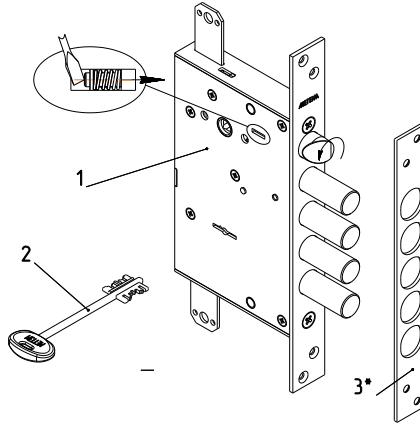

Рис.1
Комплектность замка приведена в таблице и показана на рис. 1.
4.1. Внешний вид и установочные размеры замка показаны на рис.1, 2.
5.2. Установить, при необходимости, защёлку в соответствующее положение для правой или левой двери путем ее выдвижения из корпуса отверткой через паз в крышке замка и разворота на 180° вокруг своей оси (см. рис.1).